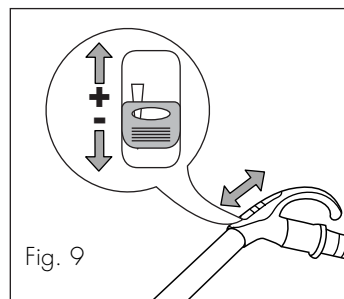

Fig. 9
Modellen met zuigkrachtregelaar op de handgreep (C) (fig. 9)